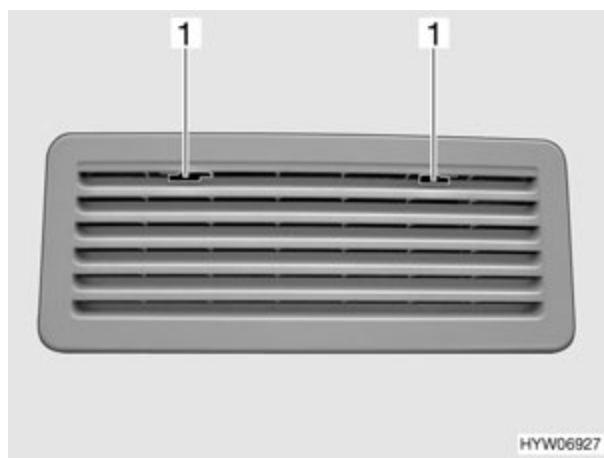

Fig. 116 Grille d'aération du réfrigérateur (variante 2)
- Pousser le dispositif de blocage (Fig. 116,1) vers le milieu.